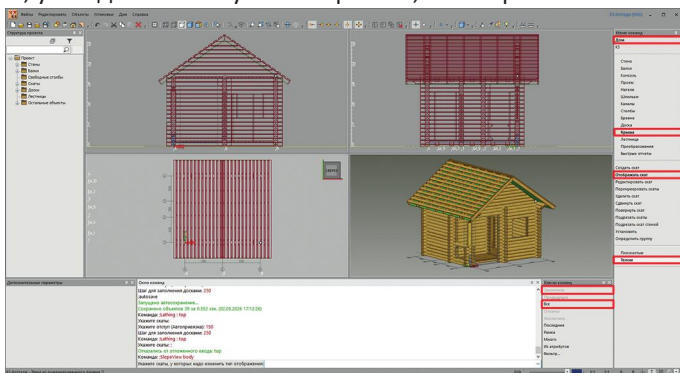

рис. 79
2. Аналогичным образом постройте обрешётку на **ската 2**. При присвоении ей имени, воспользуйтесь уже существующим названием — **Обрешётка**. Выберите его из выпадающего списка в поле **Группа досок** в карточке **Задайте имя группы**. В результате, у вас должна получиться картинка, как на рис. 79.